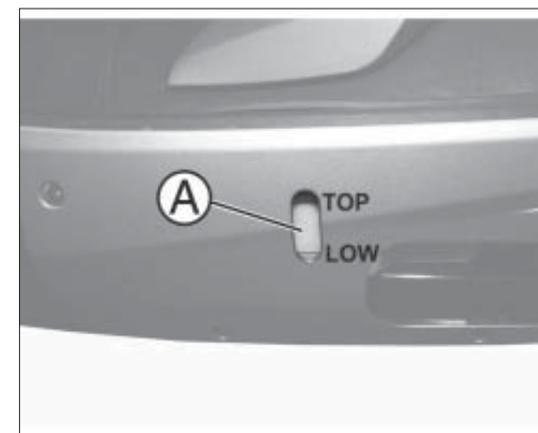

fig. 4
- controle a través del orificio de inspección fig. 4, situado debajo del estribo reposapiés, que el líquido se encuentre en el nivel correcto indicado por la referencia Top.